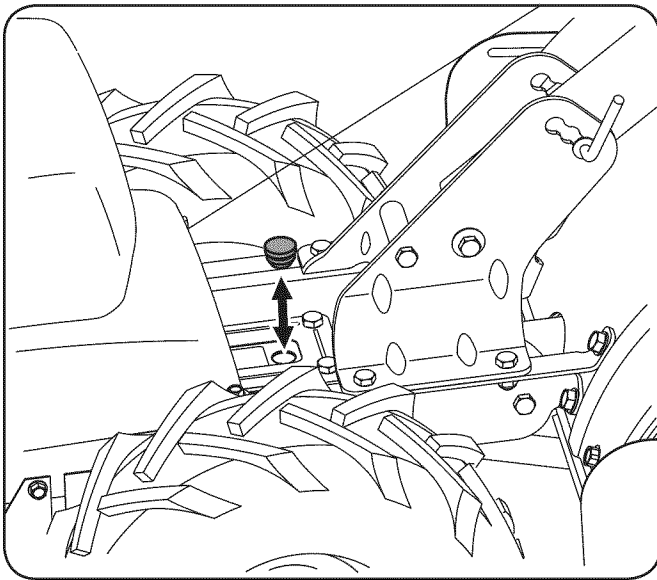

Figura 6-2
3. Limpie el área alrededor del tapón de relleno. Véase la figura. 6-2.
localizar el eje impulsor principal situado por debajo del agujero. Véase la figura. 6-2.